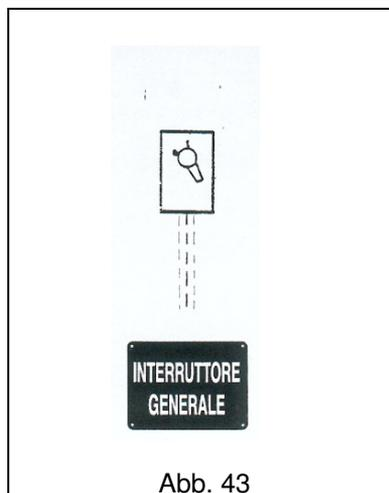

Abb. 43
- **In der unmittelbaren Umgebung des Krans einen vor Kurzschlüssen geschützten Leitungsschutzschalter zu installieren und auf seine Funktion mit einem entsprechenden Schild hinzuweisen (Abb. 43).**